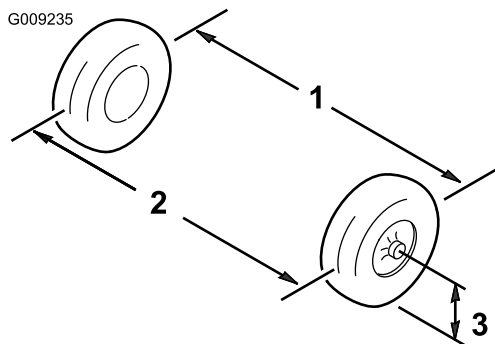

Figure 38
1. Mesurez la distance entre les roues avant à hauteur d'essieu, à l'avant et à l'arrière des roues (Figure 38).